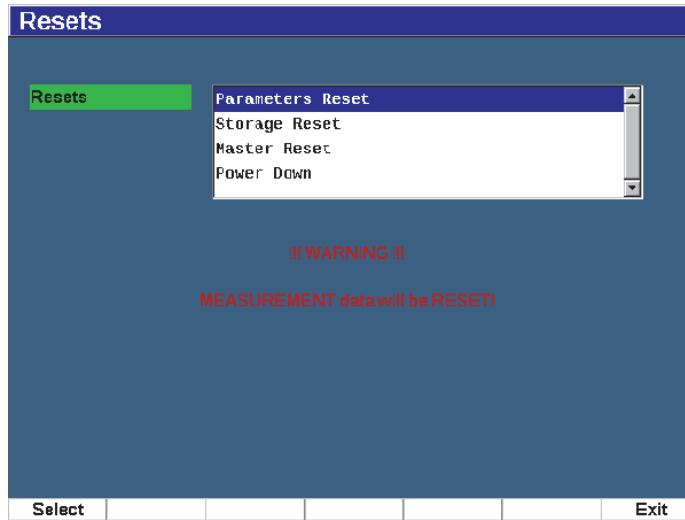

Figure 3-21 Fenêtre Resets
1. Sélectionnez **Manage > Reset** (Gérer > Réinitialiser) pour afficher la fenêtre **Resets** (Réinitialisations) [voir Figure 3-21 à la page 85].